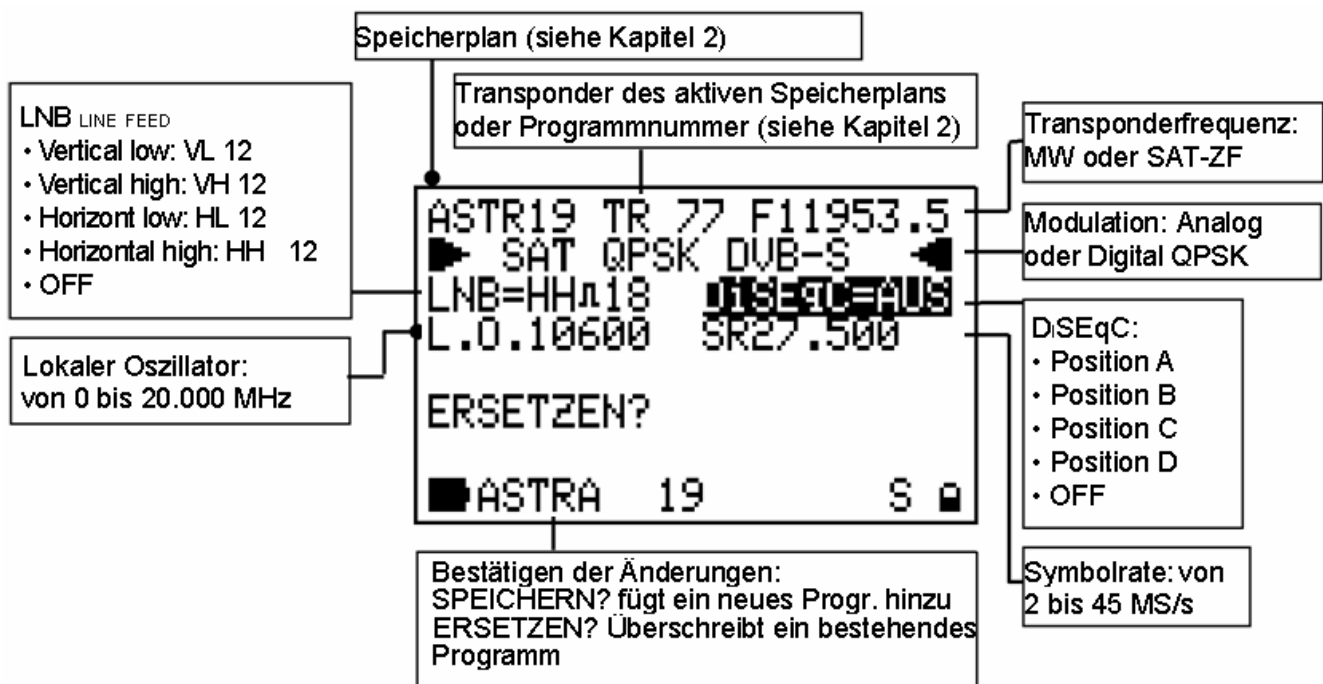

Abbildung 9.1: Erstellen bzw. Modifizieren eines Speicherplans
- Verwenden Sie die Tasten SELECT [10], UP [7] und DOWN [9], um einen neuen Speicherplan zu selektieren (siehe auch Abbildung 9.1). Der Name des Speicherplans wird durch das Messgerät automatisch vergeben, wobei der Term „PLAN“ vorangestellt wird. Hinzu kommt die nächste freie Speicherposition, z.B. PLAN45.
- Verwenden Sie die Tasten SELECT [10], UP [7] und DOWN [9], um einen bestehenden Speicherplan (siehe auch Abbildung 9.1) sowie die zu ändernde Programmnummer zu selektieren.
- Folgen Sie den Anweisungen wie in Kapitel 9.2 beschrieben mit dem Unterschied, dass eine neue Programmnummer gewählt werden muss (siehe auch Abbildung 9.1).